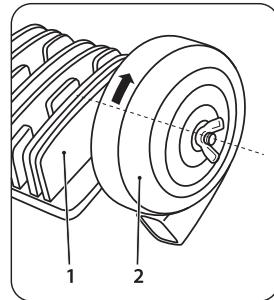
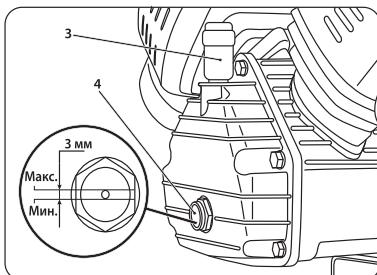

рис. 5
рис. 6
Вверните воздушный фильтр (2) в отверстие головки блока цилиндра (1) (рис. 5).
Открутите пробку картера (рис. 6) и заправьте масло до максимального уровня (до красной отметки) в смотровом окне (4) (рис. 5). Используйте компрессорное масло, поставляемое с компрессором.
Для контроля количества масла снимите пробку картера, проверьте уровень (до красной отметки), при необходимости залейте до отметки максимума. Категорически не рекомендуется смешивать масла разных типов. После заправки маслом вместо заглушки установите сапун (3) (рис. 6).